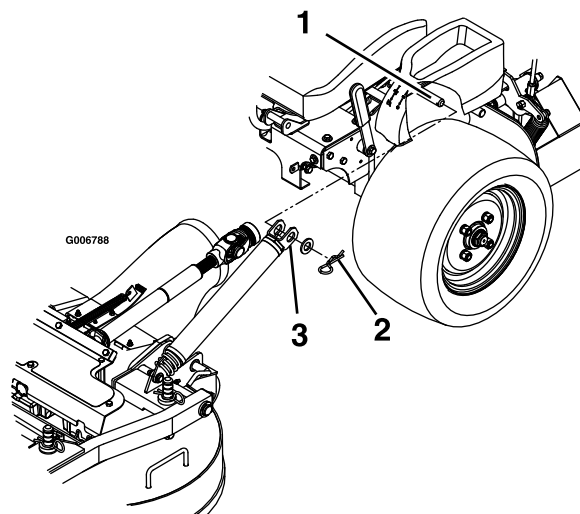

Figura 69
4. Retire los pasadores de horquilla y las arandelas de la parte superior del muelle de elevación asistida en cada lado de la máquina (Figura 69).
9. Instale los muelles en las clavijas de anclaje situadas debajo de las consolas derecha e izquierda y sujételos con una arandela y un pasador de horquilla (Figura 69).